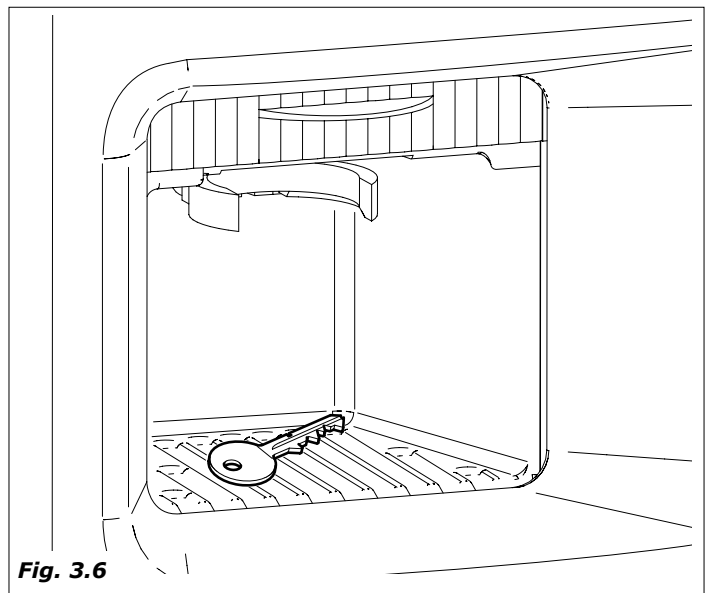

Fig. 3.6
- Coger las llaves que están en la zona de recepción del vaso (Fig.3.6)